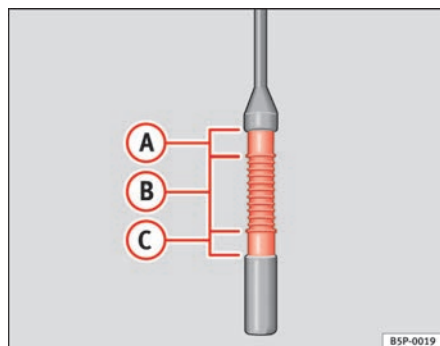

Fig. 156 Varilla de medición del nivel de aceite.
- A continuación, vuelva a extraerla y compruebe el nivel de aceite ⇒ fig. 156. En caso necesario, reponga aceite del motor.